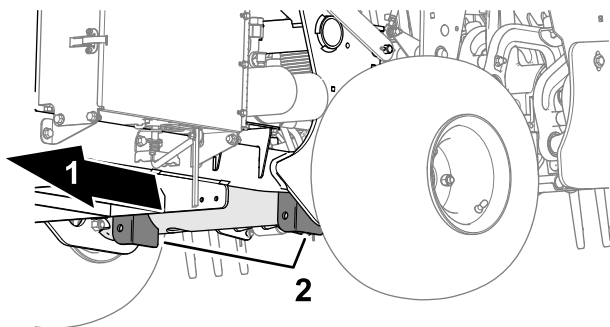

Figura 139
3. Collocare il cavalletto metallico con sicurezza sotto la piastra del telaio, appena oltre la ruota posteriore (Figura 139).